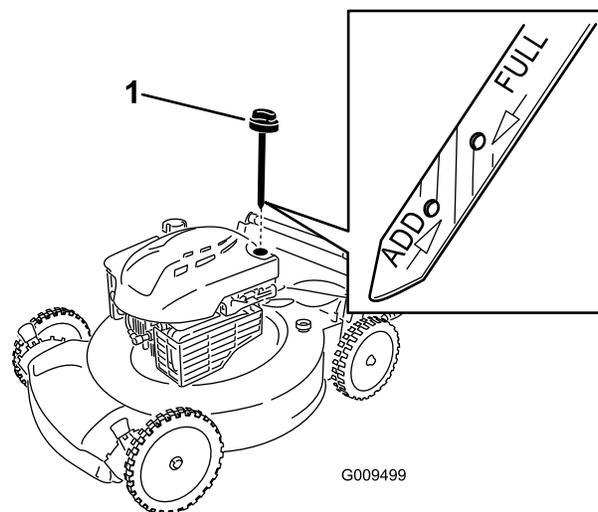

Рисунок 8
1. Выньте щуп для измерения уровня, вытрите его, и затем вставьте на полную глубину (Рисунок 8).
2. Выньте щуп и проверьте уровень масла (Рисунок 8). Если уровень масла ниже отметки **Add (ДОЛИТЬ)** на масломерном щупе, **медленно** заливайте масло в маслозаливной патрубок, чтобы поднять уровень масла до метки **Full (ЗАПОЛНЕНО)** на масломерном щупе. **Не допускайте переполнения картера. Макс.**